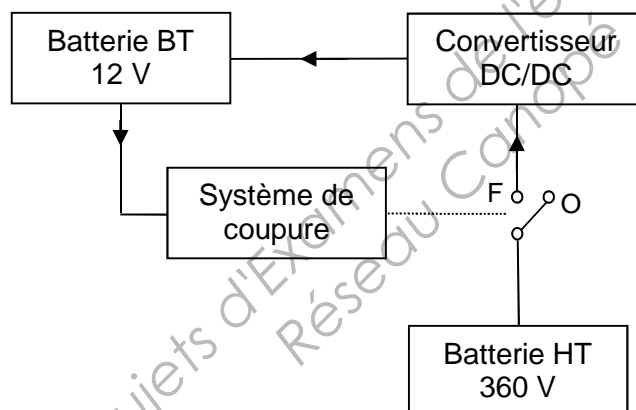

Figure 2
- 2.4 En exploitant la figure 2 page 4/8, que peut-on dire de la batterie BT ?
3.2 En exploitant la figure 2 page 4/8, que peut-on dire au sujet de la batterie BT ?